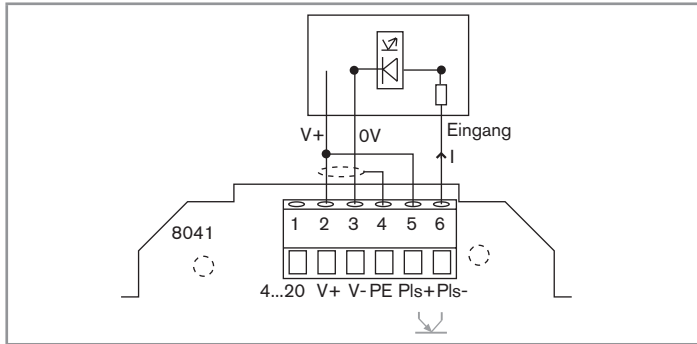
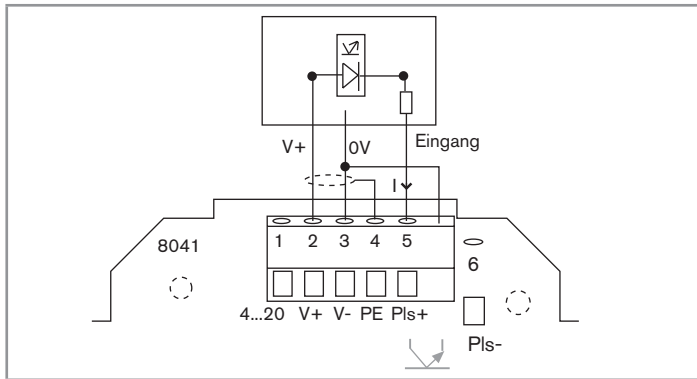

Bild 19: PNP-Anschluss des Frequenzausgangs an eine SPS
Bild 20: NPN-Anschluss des Frequenzausgangs an eine SPS
- an eine SPS im Modus PNP oder im Modus NPN (siehe Bild 19 und Bild 20),